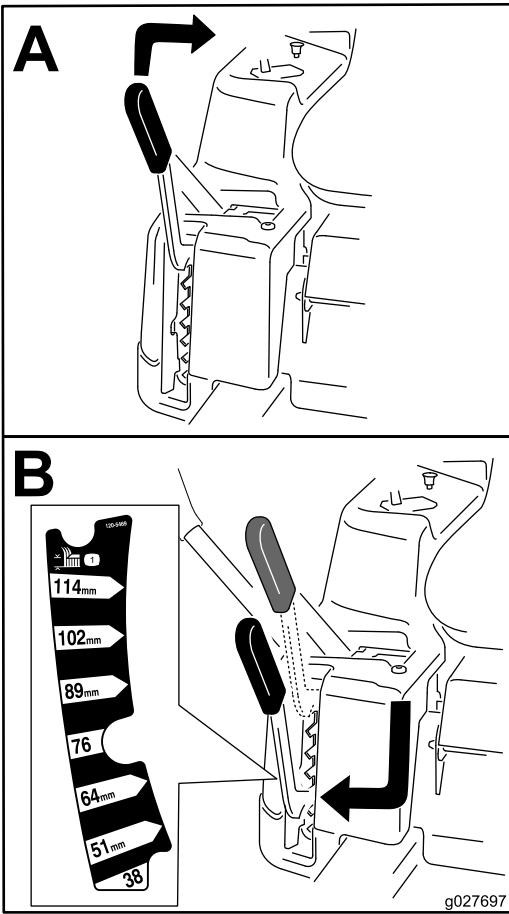

Figure 28
**Remarque:** La position de transport est la hauteur de coupe la plus élevée (115 mm), comme montré à la Figure 28.
La hauteur de coupe est commandée par le levier situé à droite de la position de conduite (Figure 28).